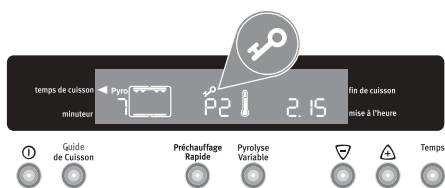

Fig. 22
6. Après quelques instants, le verrouillage de la porte est activé et le symbole correspondant  s'affiche (Fig. 22).